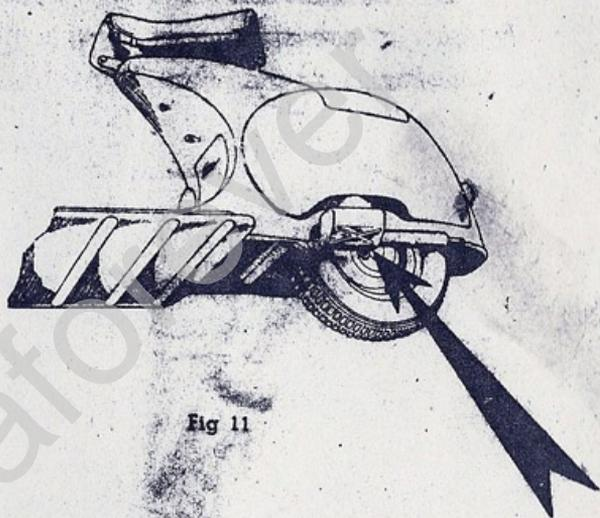

Fig 11
2°) Pulire la feritoia sul terminale del silenziatore di scarico in quanto le proiezioni di olio non carburato, mescolandosi alla polvere, abbiano determinato un parziale otturazione della feritoia (vedi fig. 11).
**Ogni 4000 km. :** 1°) Pulire il silenziatore di scarico (vedi fig. 11) introducendo nell'interno acqua e soda caustica (25%) poi sciacquare bene con acqua corrente.